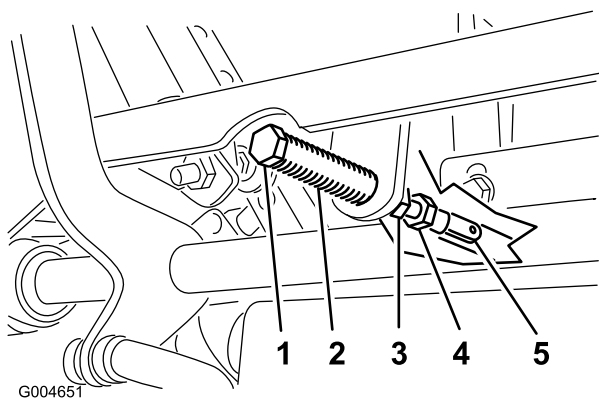

Figura 62
5. Puxe a alavanca para trás até que o passador de forquilha (no braço por cima do eixo da articulação) contacte a extremidade da ranhura (até começar a fazer pressão na mola) (Figura 62).
- Se for necessário ajuste, solte a porca e a porca de segurança encostada à forquilha (Figura 62).
- Aplique uma ligeira pressão para trás na alavanca de controlo de movimento, rode a cabeça do parafuso de ajuste na direcção adequada até que a alavanca de controlo fique centrada na posição de bloqueada em ponto-morto (Figura 62).
- Apertar a porca e a porca de bloqueio (Figura 62).
9. Aperte as porcas de seguranças nas juntas de esfera (Figura 62).